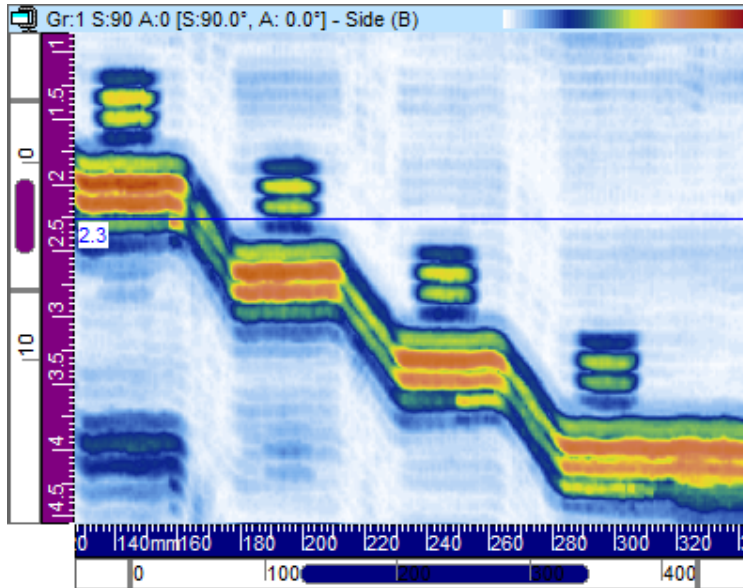

Abbildung 3-23 Seitenansicht (B) (Beispiel)
Die **Seitenansicht (B)** (siehe Abbildung 3-23 auf Seite 108) ist eine zweidimensionale grafische Darstellung der Prüfdaten. Eine der Achsen ist die Scan-Achse und die andere ist der unkorrigierte Ultraschallweg. Die Position der angezeigten Daten ent-